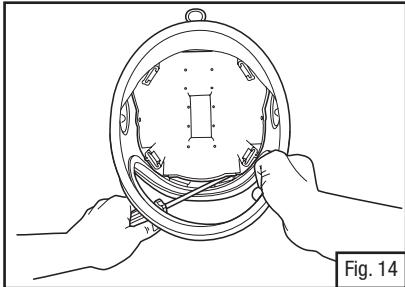

Fig. 14
2. Tourner le casque à l'envers et insérer un tournevis à tête plate entre la calotte intérieure et extérieure vis-à-vis de l'une des poches frontales de la coiffe (Fig. 14).